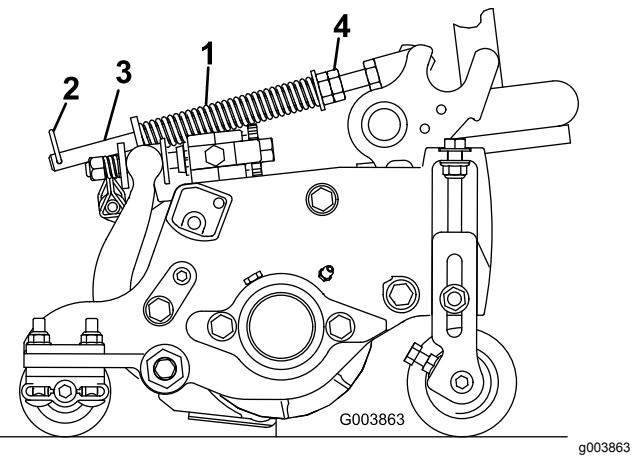

図 14
2. スプリングロッド前部の六角ナットを締めて、スプリング圧縮状態の長さが以下の通りになるようにする5インチカッティングユニットでは 12.7cm 7インチカッティングユニットでは 15.9cm 図 14。
ターフ補正スプリングは、カッティングユニットの前から後ろへの「体重移動」を行う働きがあります図 14。これにより、マーセリングやボビングと呼ばれる「波打ったような」仕上がりを防いでいます。
- スプリングロッドの後穴にヘアピンコッターを忘れずに取り付けてください図 14。